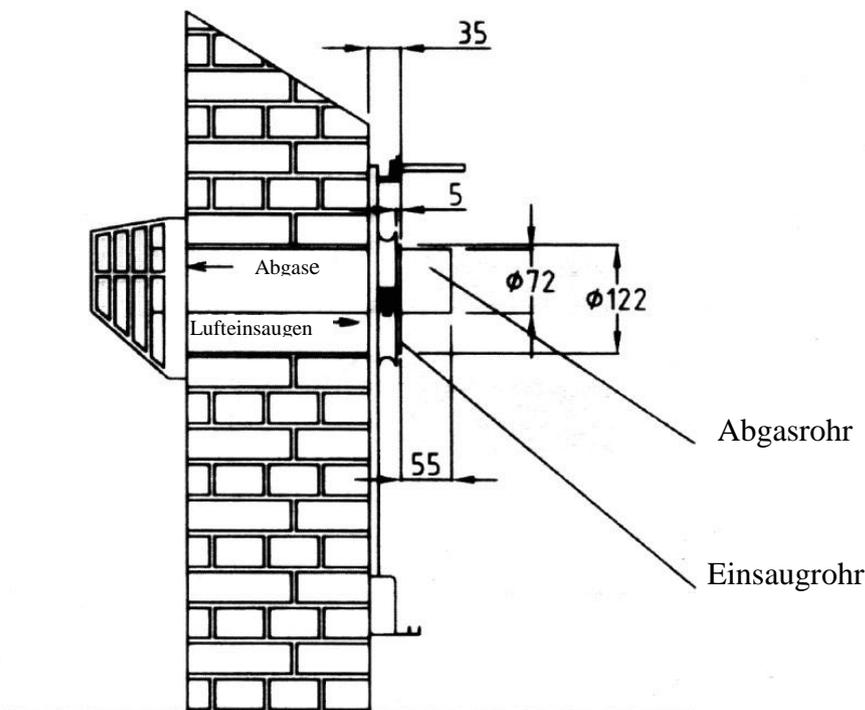

Abb. 2
- Das Wandabzugsrohr muss ausser der Gebaedemaur muenden laut der Abb. 2, das Abgasrohr muss minimal 30 cm ueber der Bodenebene platziert werden.